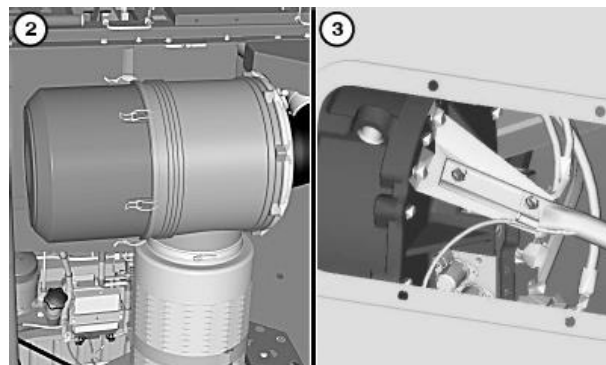

Рис.4.62 – Обслуговування повітряного фільтра грубої очистки повітря (2), очищення редуктора привода багатшвидкісного підживлювача CommandTouch
29. Провести обслуговування повітряного фільтру грубої очистки повітря (рис.4.62). Перевірити та за необхідності очистити відсік попереднього очищення.
30. Очистити редуктор приводу багатошвидкісного підживлювача CommandTouch зернобункера (рис.4.62).